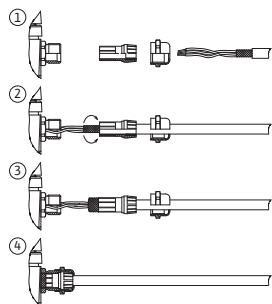

Fig. 25: Support de blindage
Le blindage est relié au passe-câble au niveau du module électronique. Voir Fig. 25.
Le blindage des câbles des entrées numériques, des entrées analogiques et de la communication bus doivent recouvrir les passe-câbles à vis métalliques de la traversée de câble (Fig. 19, pos. 4, 5 et 6). Blindage voir Fig. 25.
1. Ouvrir avec précaution les crochets d'encliquetage (Fig. 25) à l'aide d'un outil (p. ex. un tournevis).